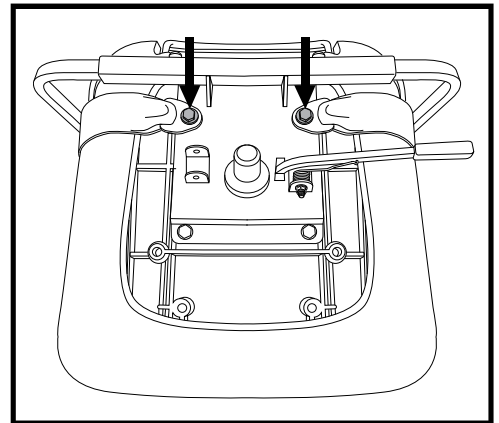

Figura 32. Bulloni per cinture di sicurezza
2. Posizionare la seduta a testa in giù per poter lavorare sulla base della seduta. **Vedere figura 32.**